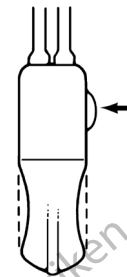

Figura 4-39. Pulse el botón de desactivación cuando note una ligera huella
3. Cuando note una ligera huella en la pera de la bomba, pulse el botón de desactivación. **(Figura 4-39)**